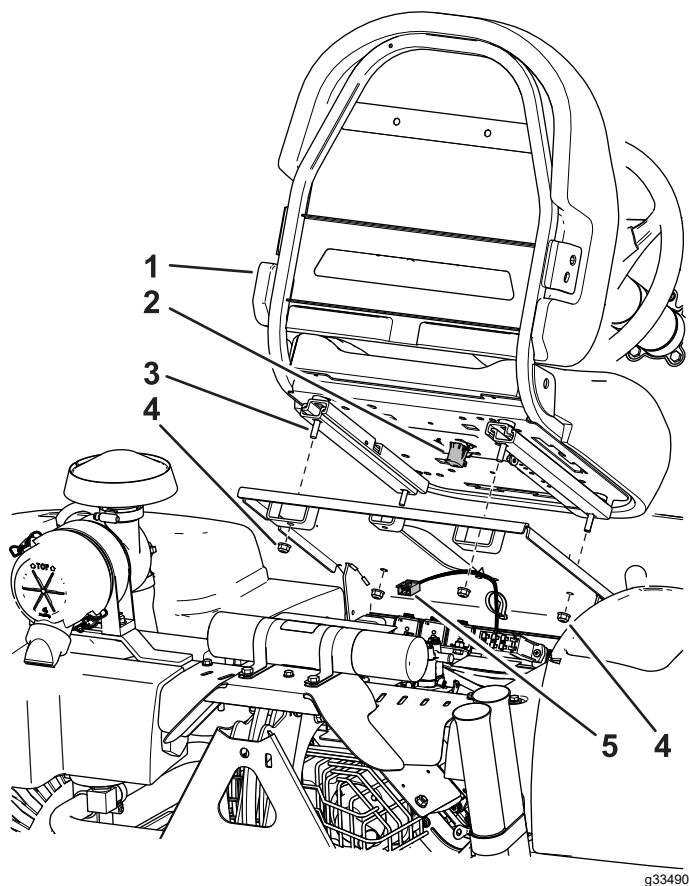

Figura 4
3. Fixați scaunul pe baza acestuia cu cele 4 piulițe îndepărtate anterior; consultați Figura 4.
4. Localizați cablul mainii și conectați-l la comutatorul scaunului (Figura 4).